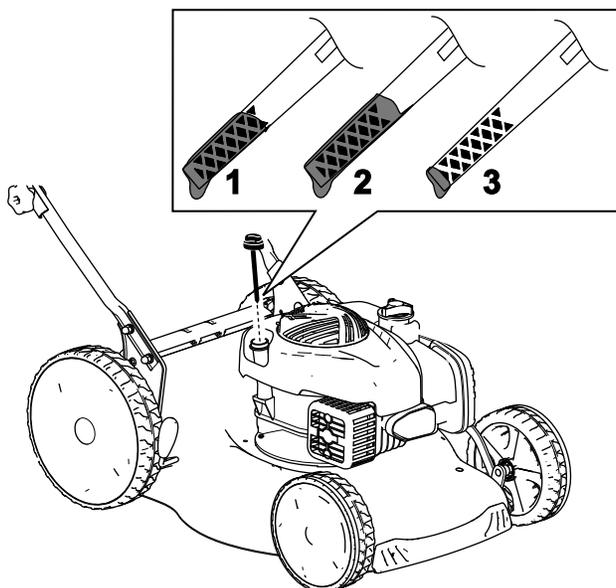

Bild 11
2. Entfernen Sie den Peilstab, indem Sie den Deckel nach links drehen und herausziehen (Bild 11).
5. Lesen Sie den Ölstand am Peilstab ab. (Bild 11)